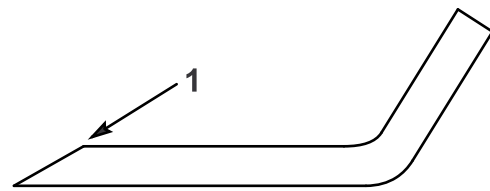

Figura 42
- Utilice una lima para afilar el filo de corte en ambos extremos de cada cuchilla (Figura 42).